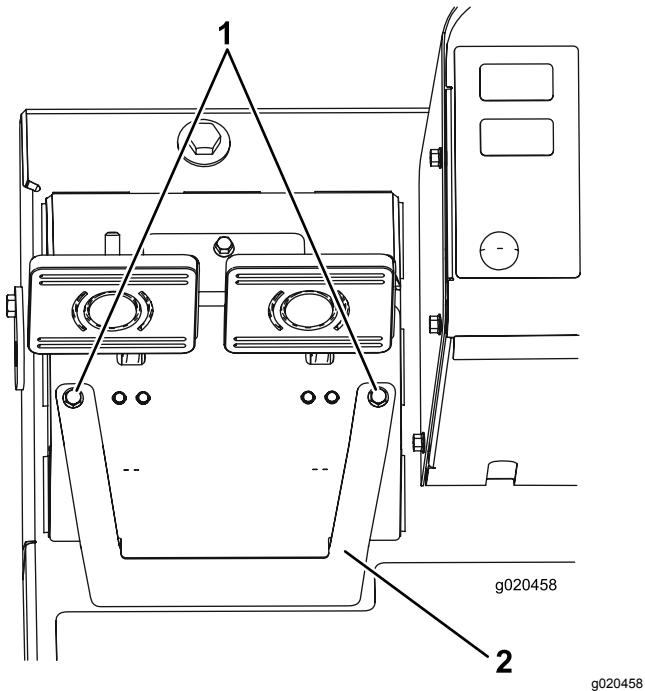

Figura 91
- Afloje los 2 tornillos de montaje y retire la tapa de ajuste de los frenos (Figura 91).